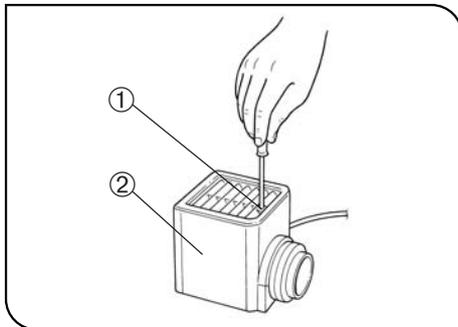

Abb. 35
(Abb. 35 - 37)
5. Die Lampenhausabdeckung wieder von oben auf das Lampenhaus aufsetzen. Die Abdeckung nach unten drücken und dabei die Feststellschraube ① anziehen. (Abb. 35)